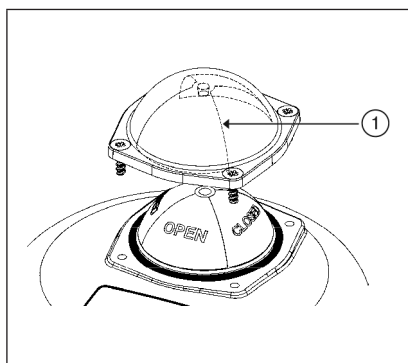

图 9： 拆卸玻璃罩
- 松开四个固定螺钉，取下位置显示器 1 的玻璃罩和密封圈，并拆下玻璃罩（参见“图 9”）。